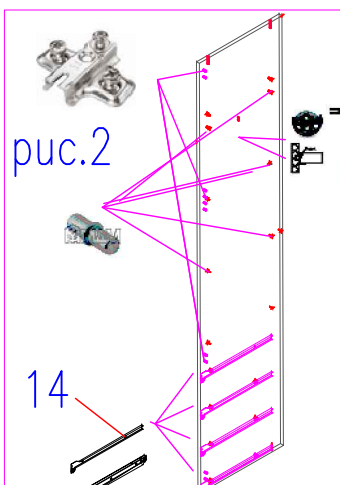

рис.2
2. На посадочные места дет.1,2,5,6 установить монтажные планки Ф.№19(.рис.2)